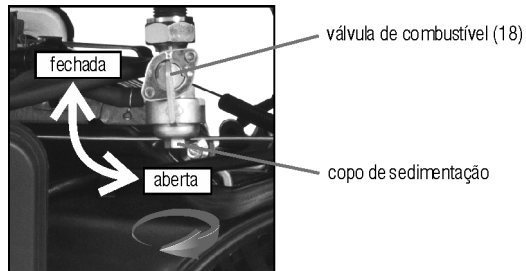

Fig. 24 – removendo copo de sedimentação
- 3 – Com auxílio de uma chave, remova o copo de sedimentação (fig. 24);